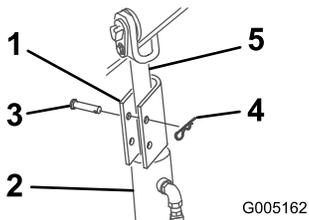

図 16
4. 各昇降シリンダロッドにシリンダロックを取り付ける 図 16。
5. 各シリンダロックをクレビスピンとコッターピンで固定する 図 16。